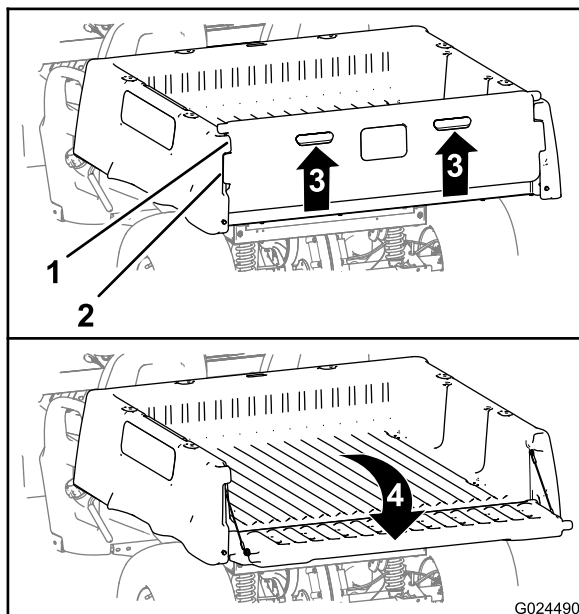

Figura 20
6. Gire el portón hacia arriba y hacia adelante hasta que las pestañas de bloqueo del portón trasero estén enrasadas con el hueco de la caja de carga (Figura 20).
7. Baje el portón hasta que quede asentado en la parte trasera de la caja de carga (Figura 20).
3. Alinee las pestañas de bloqueo del portón trasero con los huecos situados entre las pestañas de la caja de carga (Figura 20).
4. Gire el portón trasero hacia atrás y hacia abajo (Figura 20).